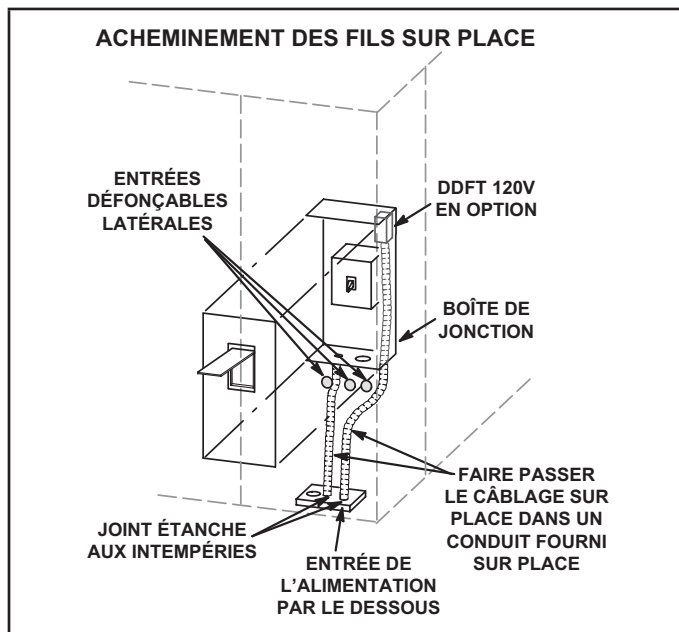

FIGURE 4
Acheminer le câblage sur place dans un conduit entre l'entrée de l'alimentation par le dessous et le sectionneur. Voir FIGURE 4. Cela ne remplace pas les codes locaux ou les autorités compétentes.
- 3 - Unités avec prise DDFT 120 V optionnelle - Acheminer et raccorder un câblage séparé de 120 V aux DDFT qui ne sont pas câblés en usine. Acheminer le câblage sur place dans un conduit entre le sectionneur d'alimentation inférieur et le DDFT. Voir FIGURE 4.